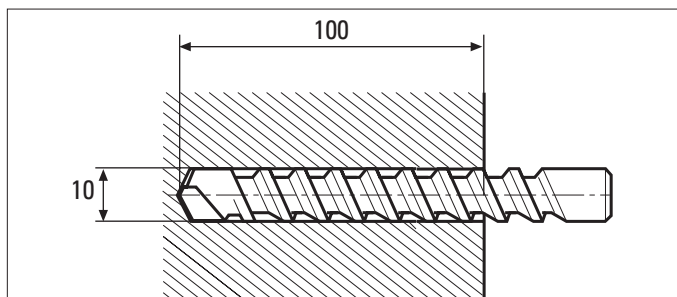

Bild 2
- ⇒ Hilfsbohrungen $\varnothing 10$ mm und 100 mm tief bohren (Bild 2).